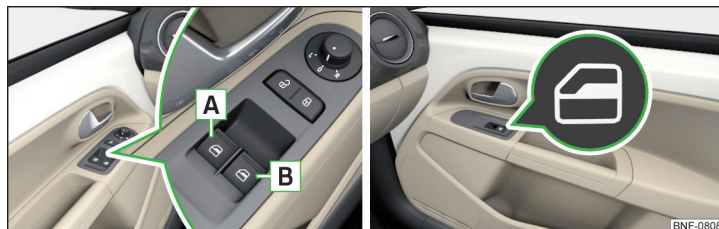

Fig. 36 Tastele geamurilor acționate electric
**Tastele pentru acționarea geamurilor » fig. 36**